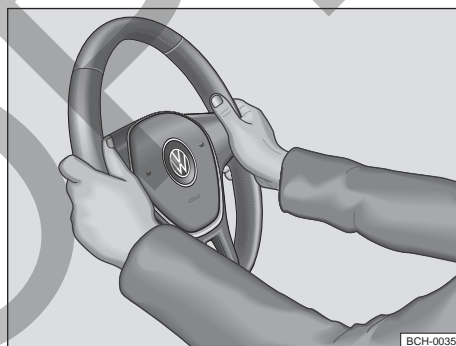

Fig. 65 En el volante: posición 9 y 3 horas.
- Ajustar la posición del volante de forma que pueda sostenerlo lateralmente por el borde exterior *en las posiciones equivalentes a las 9:00 y a las 3:00* → fig. 65 con ambas manos y los brazos ligeramente doblados.
- Empuje la palanca ① siempre por su mango con firmeza hacia arriba después del ajuste, para bloquear la posición del volante.
- Durante la conducción, siempre sujete el volante con ambas manos lateralmente en el borde externo en la posición equivalente a las 9:00 y a las 3:00 → fig. 65, para reducir las lesiones provocadas por un disparo del airbag frontal del conductor.